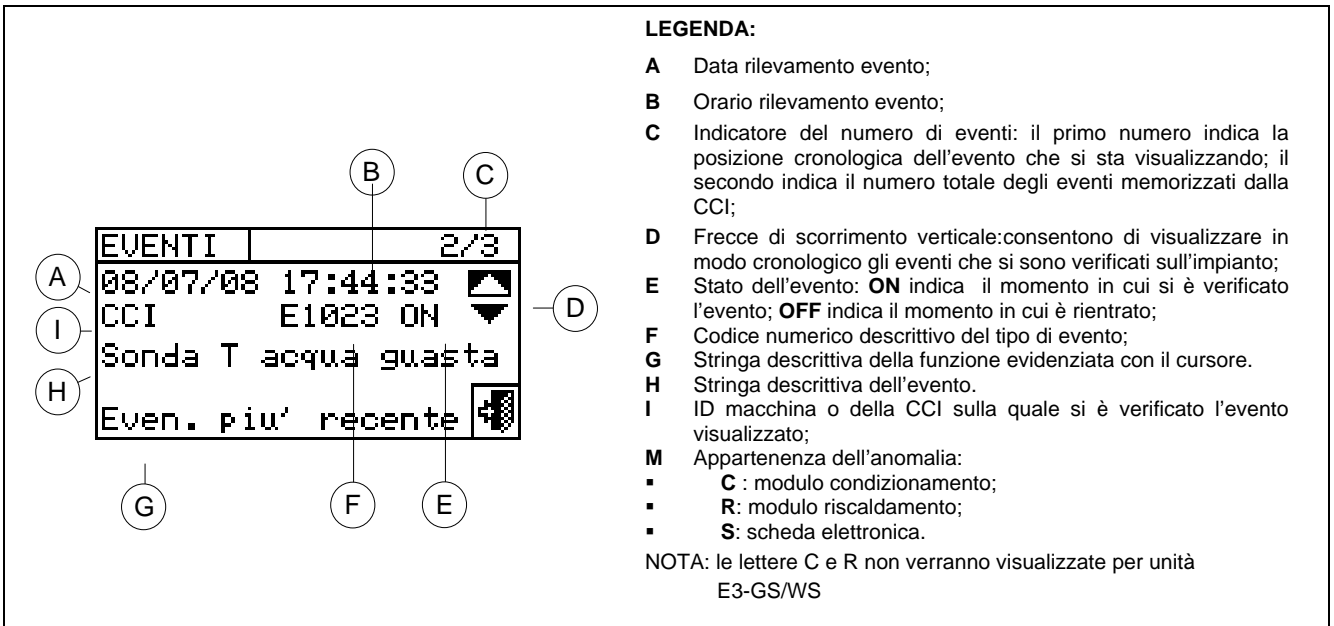

Figura 10 – ESEMPIO DI SCHERMATA DEL MENU' STORICO EVENTI
- 4 - Posizionare il cursore sulle frecce di scorrimento verticale (vedi particolare “D” della Figura 10 per scorrere gli eventi dal più recente al meno recente).